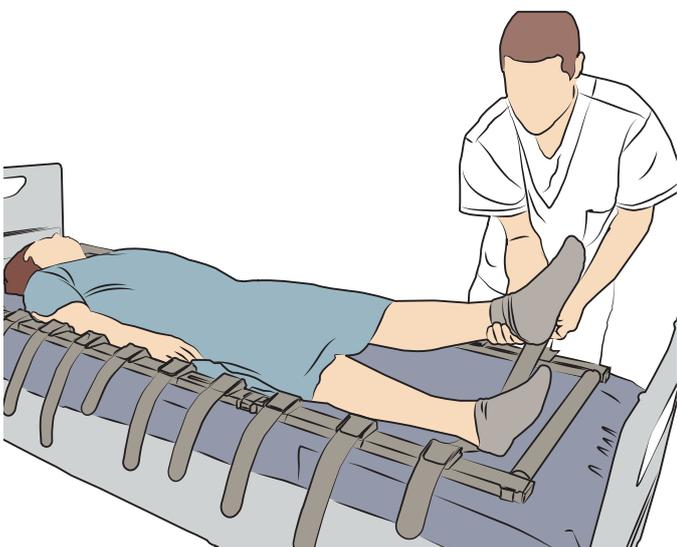

Fig. 25
1. Tirare le cinghie trasversali da un lato per rimuoverle. Una volta rimosse le cinghie trasversali, procedere alla rimozione di tutte le altre parti della barella a cinture Arjo, compresi i tubi terminali e le sezioni laterali. Vedere fig. 25.